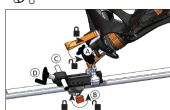

図 L6
- 13L ヒップディストラクターのボールジョイントを解除する（図 L6-A）。
- 14L ヒップディストラクターのスライディングキャリッジノブを解除する（図 L6-B）。
- 15L ヒップディストラクターのスライディングキャリッジハンドルをしっかりと引き戻す（図 L6-C）。
- 16L 張力を維持している間、ヒップディストラクターのスライディングキャリッジノブをしっかりとロックする（図 L6-B）。
- 17L ヒップディストラクターの微調節クランクを用いて、必要なレベルまで張力を加える（図 L6-D）。
- 18L ヒップディストラクターのボールジョイントを固定する（図 L6-A）。